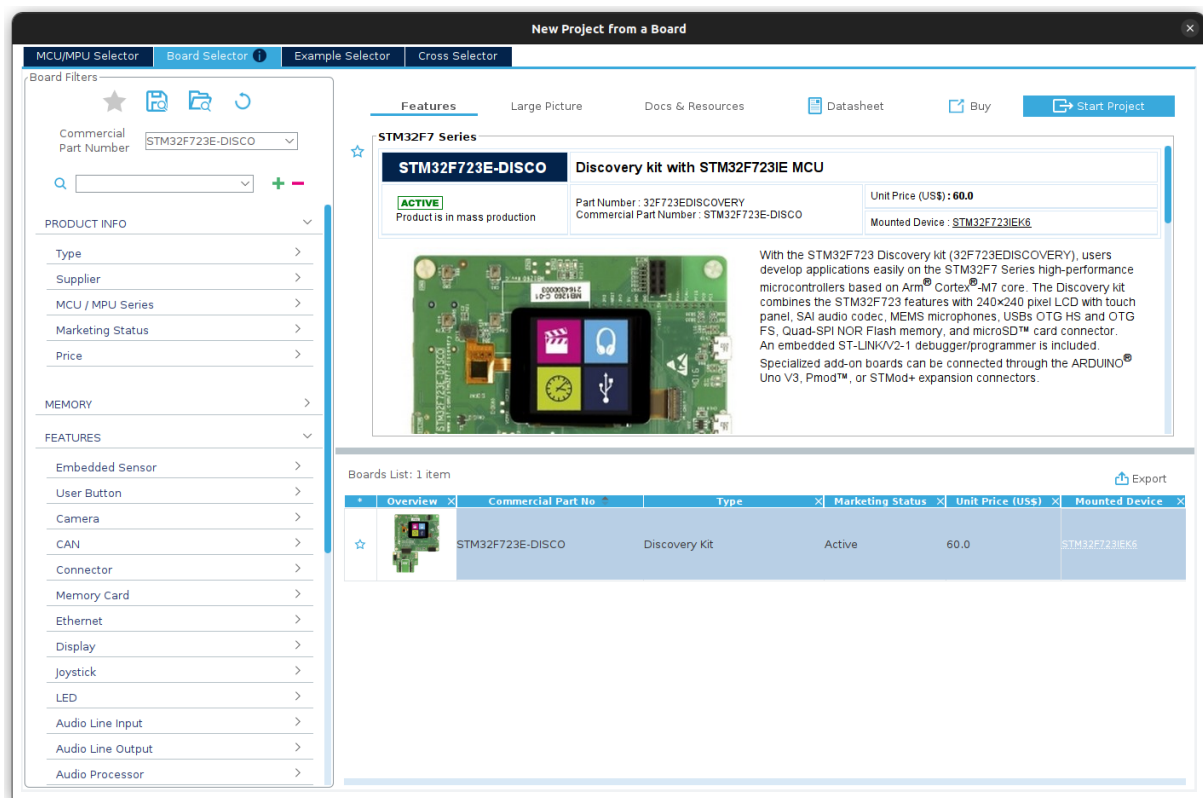

Figura 58: Selector de placas con la STM32F723E-DISCO seleccionada
- **BOARD:** En este caso, partimos de un procesador que ya se encuentra dentro de una placa, y sus pines tienen conexiones concretas establecidas (LEDs, Botones, Pantallas...). En este modo, simplemente deberemos elegir qué funciones activamos, pero no tendremos la dificultad de tener que planificar qué hace cada pin. Utilizaremos este segundo modo eligiendo nuestra placa (723E discovery) (Figura 58).